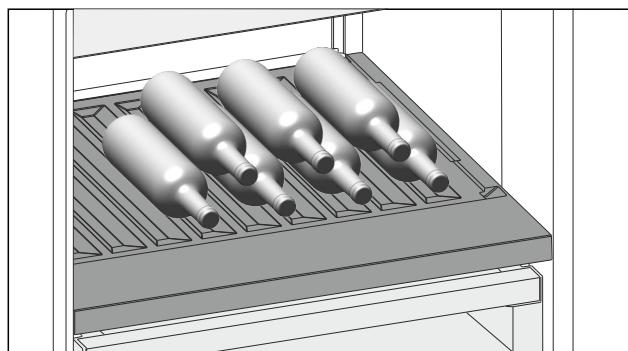

Fig. 145
- Fľaše vkladajte dnom dozadu k zadnej stene. (pozri Fig. 145)